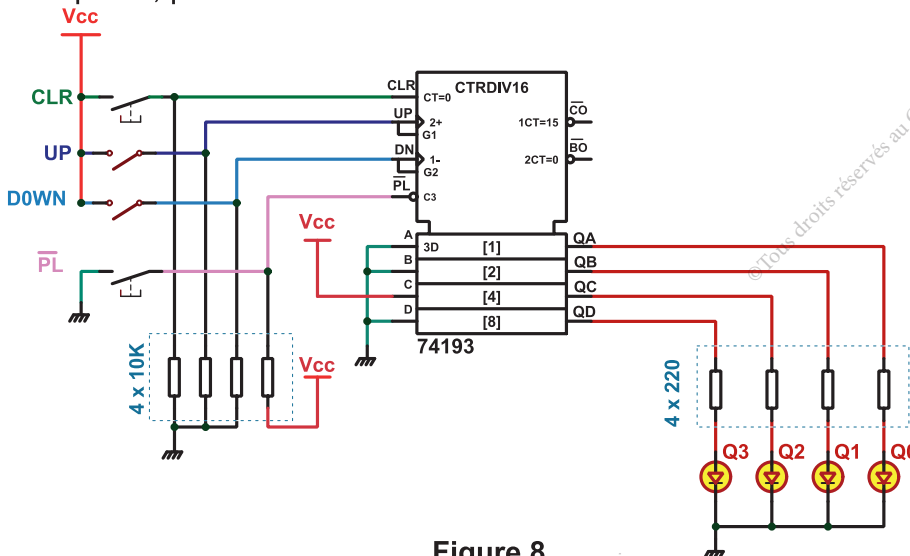

Figure 8
1.1. A l'aide d'un logiciel de simulation, d'un simulateur, d'une maquette ou d'une plaque à essai, câbler le montage de la figure 8 puis compléter le tableau ci-après.